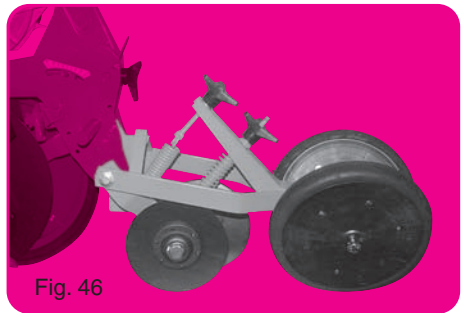

Fig. 46
- Blocs arrière à disques (fig. 46).
- Rear unit with two discs Ø 200 (fig. 46).
- Schrägdruckrollen mit Zwei Sätischeiben (fig. 46)